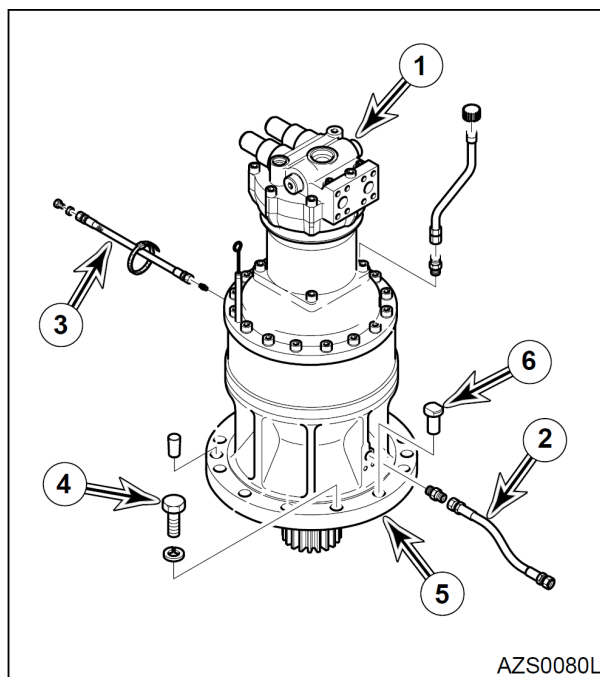

Рис. 8 SOLAR 470LC-V
11. Пометить и отсоединить шланги, идущие от двигателя поворота (1, рис. 8). Необходимо заткнуть и закрыть пробками все отверстия для предотвращения загрязнения гидравлической системы или ее компонентов.
12. Отсоединить трубку (2, рис. 8) от редукторной коробки передач (5). (Solar 470LC-V) -или-
13. Отсоединить магистраль смазывания (3, рис. 8) от коробки передач (5).
14. Снять 22 болта с шайбами (4 рис. 8), которыми редуктор поворота (5) крепится к раме.
15. При помощи подходящего подъемного устройства поднять двигатель поворота (1, рис. 8) и редуктор (5) и снять.
**ПРИМЕЧАНИЕ:** На фланце редуктора установлено два установочных штыря (6 рис. 8).